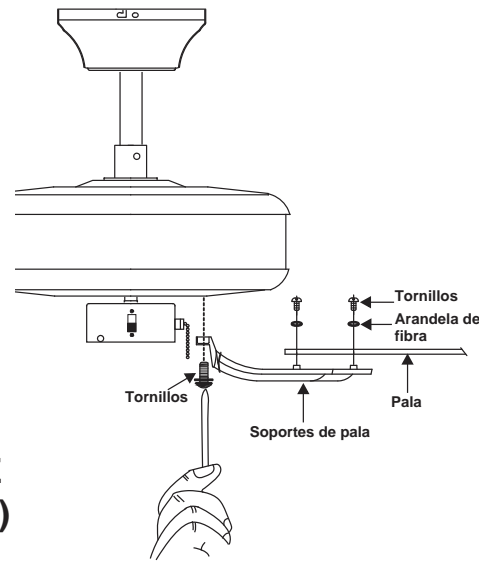

Figura 18
Paso 1. Fije la pala al soporte de pala usando los tornillos y arandelas de fibra, tal y como se muestra en la figura 18. Empiece por el tornillo del soporte. Repita esto con los dos tornillos restantes.
Paso 3. Fije bien la pala al motor usando los tornillos suministrados (figura 18).